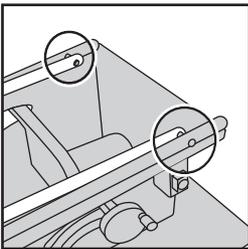

Fig. 8
- Ripetere sul lato opposto. **(Fig. 8)**.